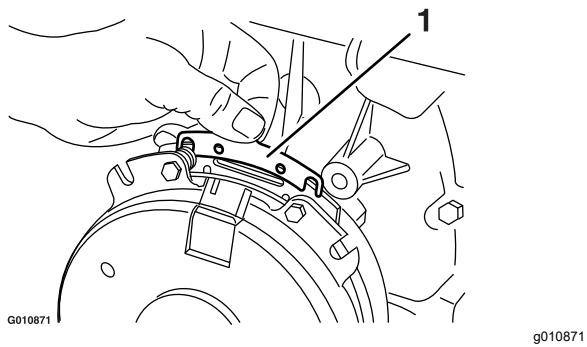

Figura 90
- B. Usando un alicate de punta fina, o a mano, sujeté la pestaña y retire el suplemento (Figura 90).
Retire cualquier acumulación de hierba, suciedad u otros residuos de la rejilla del motor. Esto ayuda a asegurar una refrigeración adecuada y una velocidad de motor correcta, y reduce la posibilidad de sobrecalentamiento y daños mecánicos al motor (Figura 90).